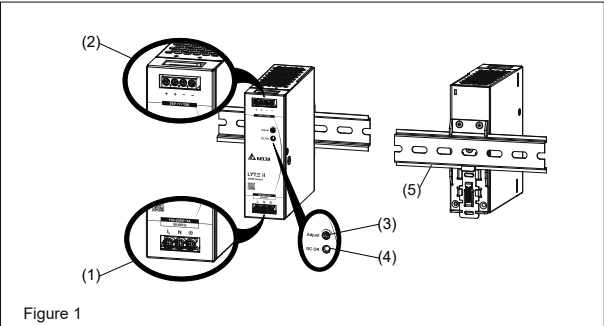

Figure 1
2. Device description (Fig. 1)
5.1. Input connection (Fig. 1, Fig. 5)
Use L, N and PE connections of input terminal connector (see Fig. 1 (1)) to establish the 100-240Vac connection.
5.2. Output connection (Fig. 1 (2))
Use the “+” and “-” screw connections to establish the 12Vdc, 24Vdc or 48Vdc connection. The green LED DC OK displays correct function of the output (Fig. 1 (4)).
- 2. Description de l'appareil (Fig. 1)**
- 5.1. Raccordement d'entrée (Fig. 1, Fig. 5)**
- La connexion au 100-240Vca s'effectue par les bornes L, N et PE (terre de protection) du bornier d'entrée (voir Fig. 1 (1)).
- 5.2. Raccordement de sortie (Fig. 1 (2))**
- Le voyant DEL OK vert indique le bon fonctionnement de la sortie (Fig. 1 (4)).